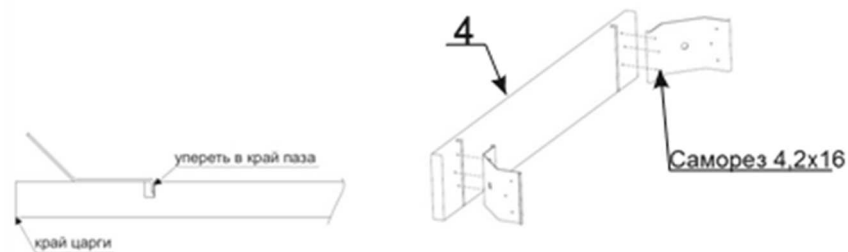

Рисунок 1.
1. С помощью саморезов 4,2x16 закрепить угловую стяжку к малой царге (4) по наколам, упереть край стяжки к внутреннему краю паза. Установить угловые стяжки с обеих сторон каждой малой царги (рис.1)